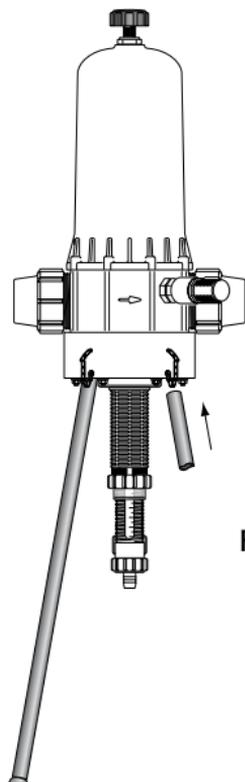

Fig. 1
- Introdurre il supporto negli orifici previsti a tale scopo (Fig. 1).